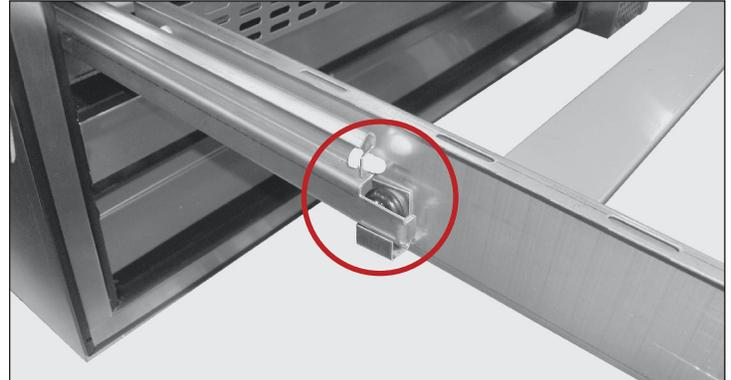

Abb. 1. Ort der Rollclips.
3. Drehen Sie die Rollclips in die untere Position. Siehe Abb. 1 und 2.